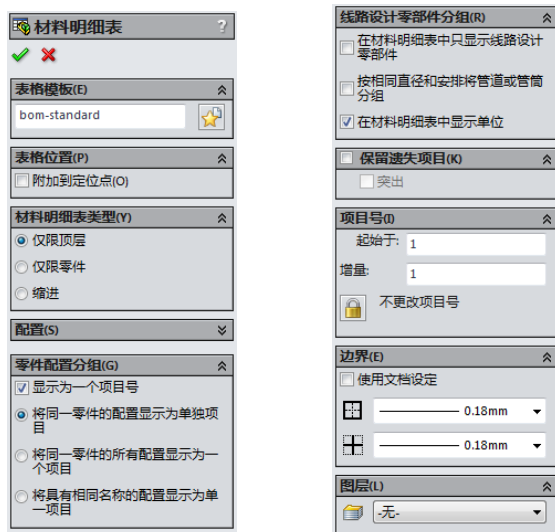

图 18-108 “材料明细表”属性管理器
① 单击表格工具栏中的“材料明细表”。然后选择上步建立的视图，此时“材料明细表”属性管理器如图 18-108 所示。
② 在“材料明细表”属性管理器中，单击“表格模板”中“打开表格模板”按钮，在打开的“打开”对话框中，选择“bom-material.sldbomtbt”，单击“打开”按钮。在材料